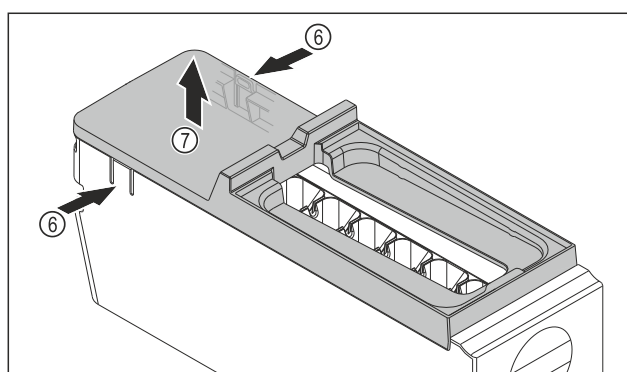

Fig. 92
- Udtagning af EasyTwist-Ice-legemets afdækning: Tryk på laskerne Fig. 92 (6) på begge sider af EasyTwist-Ice-legemet med den ene hånd.
- Tag afdækningen Fig. 92 (7) op og ud med den anden hånd.